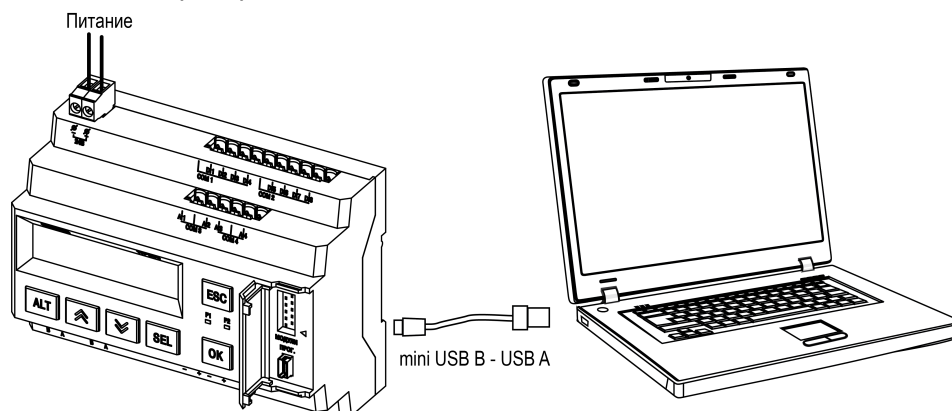

Рисунок 6.19 – Схема подключения прибора к ПК
1. Подключить прибор к ПК (см. рисунок 6.19);